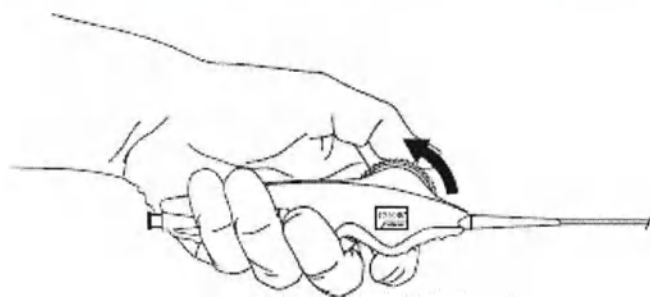

Рис. 7
3. Начните разворачивание стента, медленно поворачивая маховичок рукоятки в направлении, указанном на **Рис. 7**.